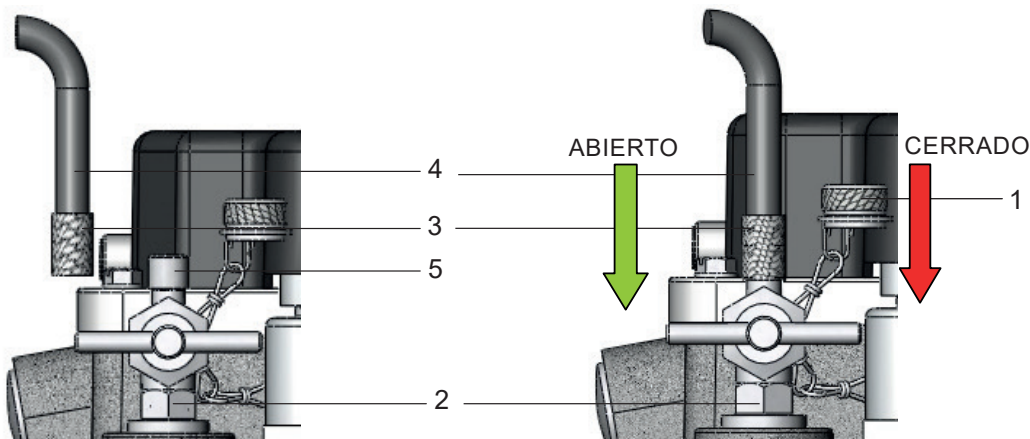

Figura 11 - Prueba funcional mediante bomba de control
- Desatornille la tuerca de sombrerete pequeña (Figura 11/ No. 1) de la válvula de purga (Figura 11/ No. 2)
- Atornille el adaptador (Figura 11/ No. 3) de la manguera que comunica (Figura 11/ No. 4) con la bomba de control en la tubuladura de la válvula (Figura 11/ No. 5)
Proceda de la siguiente manera (consulte la figura 11):
- Atornille el adaptador (Figura 11/ No. 3) de la manguera que comunica con la bomba de control (Figura 11/ No. 4) en la tubuladura de la válvula (Figura 11/ No. 5)